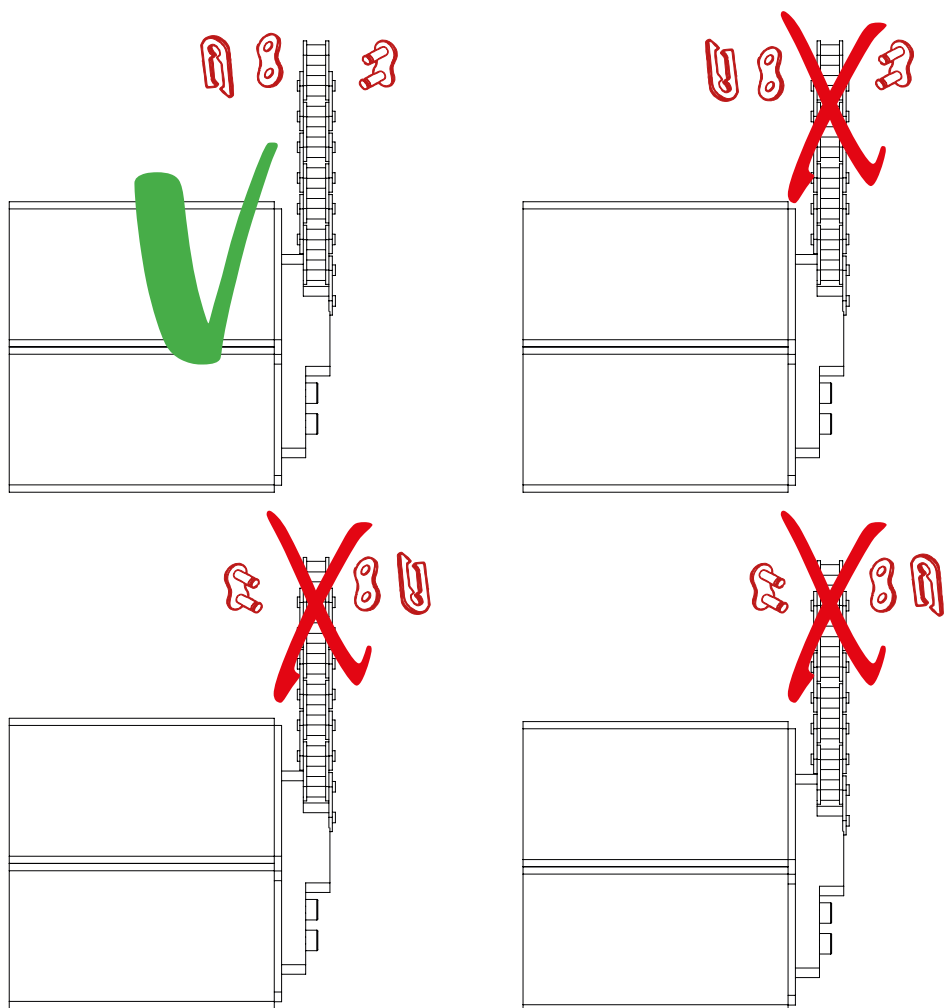

Fig. 43
**1 / COUPLER LA CHAÎNE SUR LE BOUT DE CHAÎNE (8 CM) DÉJÀ FIXÉ À LA TRAVERSE BASSE EN UTILISANT LE FAUX MAILLON. VEILLER À RESPECTER LE SENS DE MONTAGE DES ÉLÉMENTS LIBRES (FIG.43)**